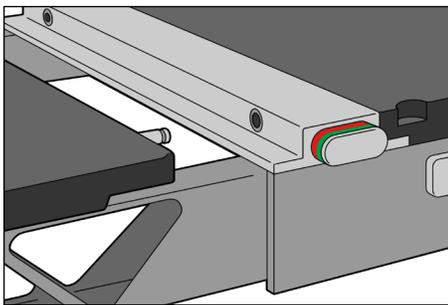

Fig. 1
1. Retire el accesorio de inserción de kVue. (Fig. 1)